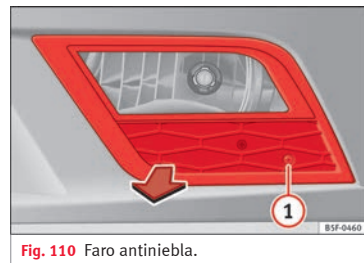

Fig. 110 Faro antiniebla.
- Retire el tornillo » **fig. 110 ①** de la rejilla del faro antiniebla, precisando para ello un destornillador.